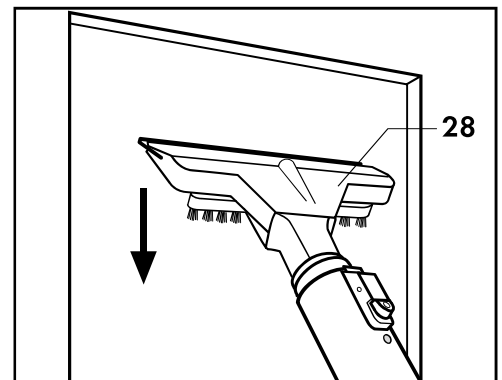

Fig. 17
- premere la racla in gomma sulla superficie ed aspirare l'acqua presente eseguendo dei movimenti rettilinei verticali verso il basso (**Fig. 17**).